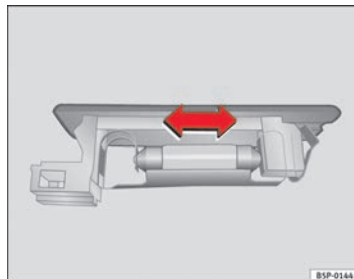

Fig. 153 Luz maletero
- Presione la lámpara lateralmente y extráigala del alojamiento ⇒ fig. 153. ■